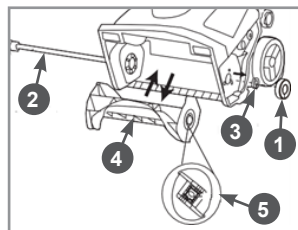

Рис. 18 Снятие шнека
- 2.4 Снимите подшипник 1, ось шнека 2, шайбу 3 и старый шнек 4 (Рис. 18). Затем снимите вводные фиксирующие блоки 5 со старого шнека и установите их на новый (Рис. 18).